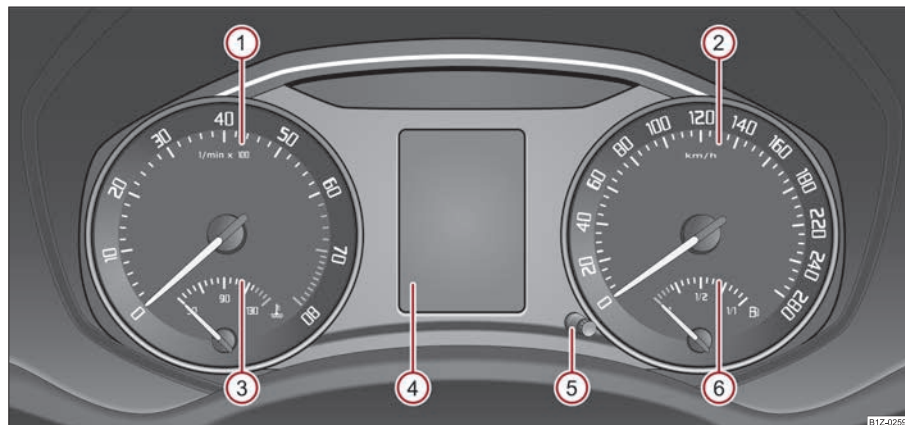

Fig. 18 Tabloul de instrumente
Zona roșie de pe scala tuometrului ① ⇒ pagina 17, fig. 18 marchează domeniul în care unitatea de comandă a motorului începe să limiteze turația motorului. Unitatea de comandă a motorului limitează turația motorului la valoarea limită sigură.
Indicatorul temperaturii lichidului de răcire ③ ⇒ pagina 17, fig. 18 funcționează numai când contactul motor este pus.
Indicatorul rezervei de carburant ⑥ ⇒ pagina 17, fig. 18 funcționează numai când contactul motor este pus.
Mențineți butonul de resetare  ⇒ pagina 17, fig. 18 cca. 1 secundă apăsat pentru a reseta contorul.
Indicatorul intervalelor de service se poate resea și de la butonul  ⇒ pagina 17, fig. 18.